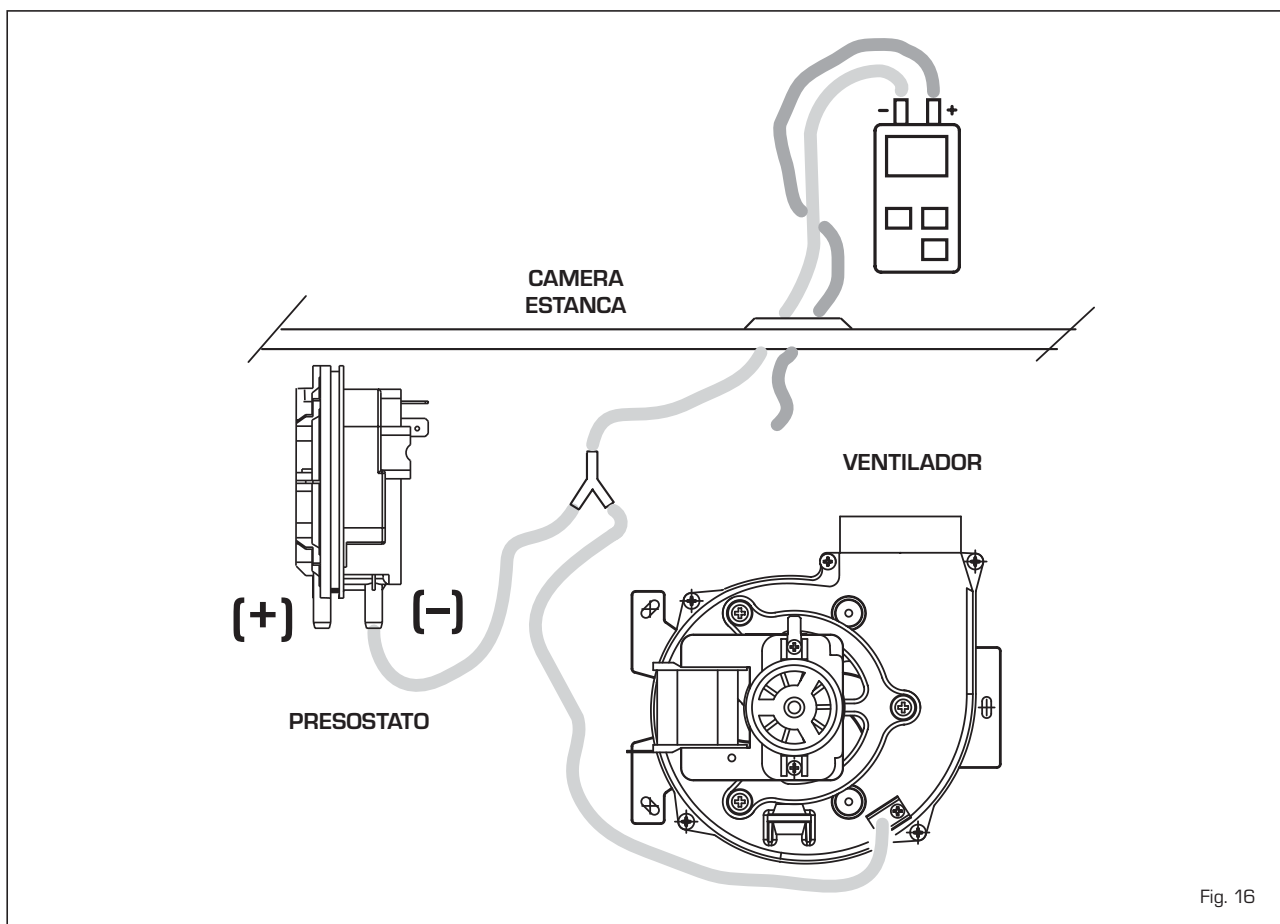

Fig. 16
3.5 PRESOSTATO DE HUMOS "23 - 28 BF" (fig. 16)
El valor de señal al presóstato se mide con un manómetro diferencial conectado como se indica en la fig 16.